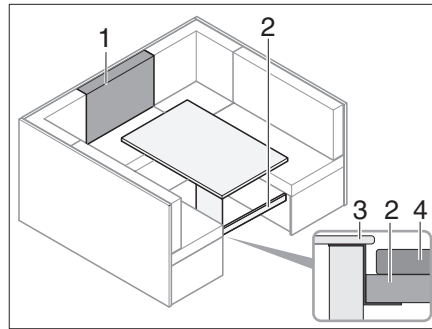

Bild 198 Vor dem Umbau
- Querstrebe (Bild 198,2) unter den Truhendeckel (Bild 198,3) einsetzen.
- Querstrebe (Bild 198,2) unter den Tisch schieben, (Bild 198,4) damit dieser abgestützt wird.
- Rückenpolster (Bild 198,1) vor das Zusatzpolster auf den Tisch legen.